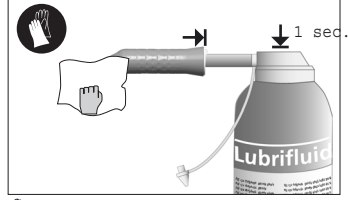

fig. 9
- Pulverizar durante cerca de 1 segundo **fig. 9**.